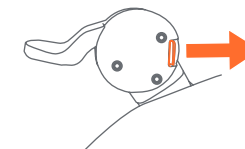

Fig. 2b
- Para retirar, empuje la lengüeta hacia fuera y quite la rueda del cubo (Fig. 2b).